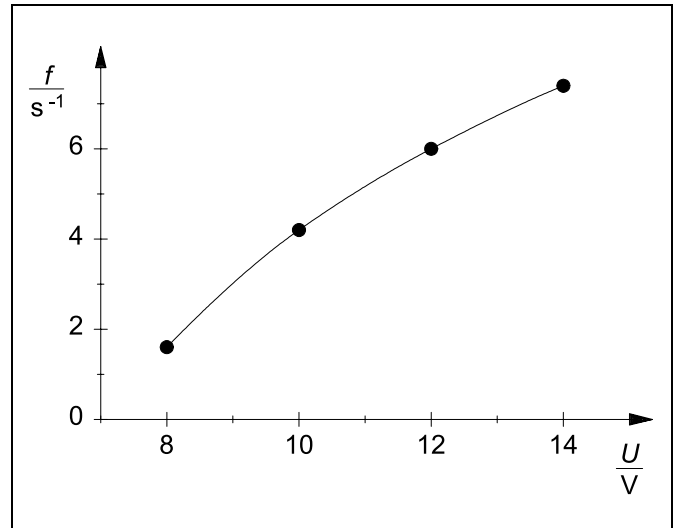

Fig. 4 Drehzahl f des ungebremsten Heißluftmotors in Abhängigkeit von der Heizspannung U .
Aus den beiden letzten Größen wird gemäß (IV) der Wirkungsgrad η ermittelt (siehe Tab. 4). Fig. 4–6 zeigen die Abhängigkeiten in graphischer Darstellung.